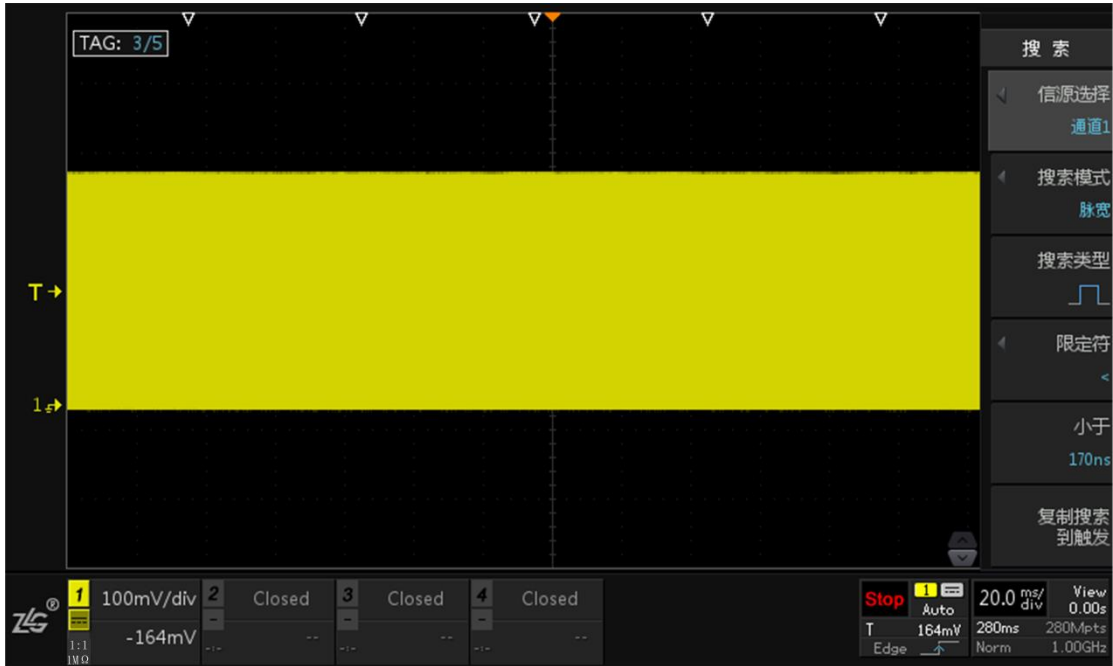

图 13.7 搜索设置
- 5、调节水平时基旋钮，将时基调为 50ms 左右，尽量让屏幕上有较多的波形，结果如图 13.7 所示，屏幕上的三角形白点即位搜索结果；